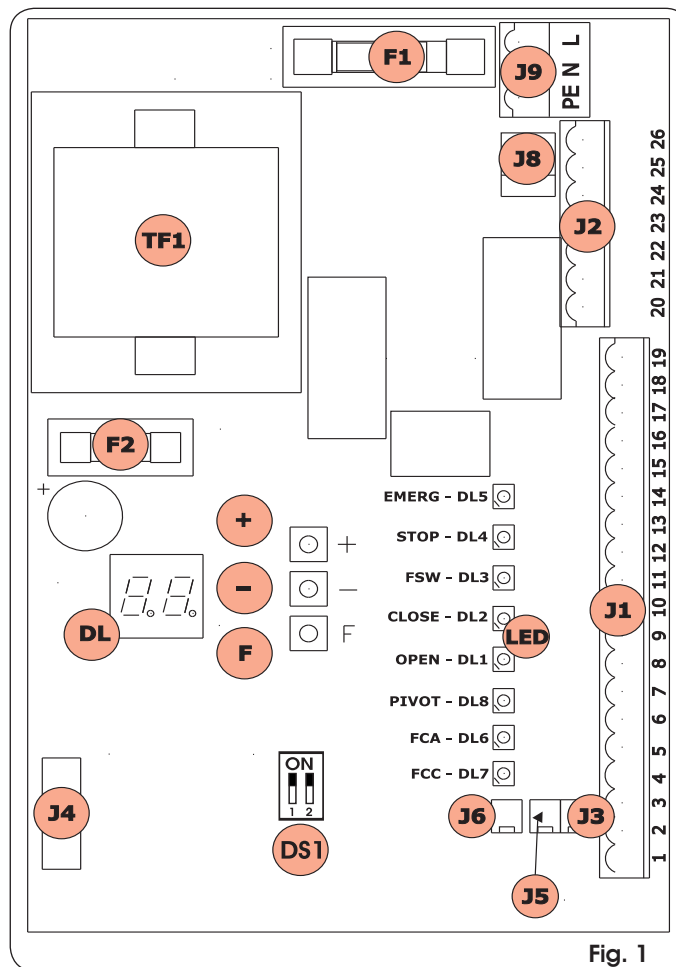

Fig. 1
4.9. DS1 FREQUENCY SELECTOR (FIG. 1)